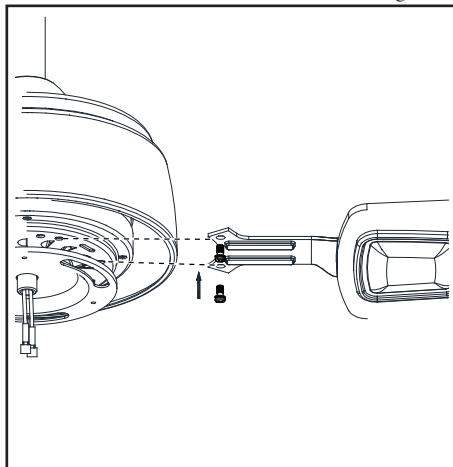

Figura 13
2. Sujeta el ensamblaje del aspa al ensamblaje del motor alineando los dos orificios de tornillo en el ensamblaje del aspa con los dos orificios de tornillo en el ensamblaje del motor. Fíjalo con los tornillos de soporte de aspa incluidos (Figura 13).